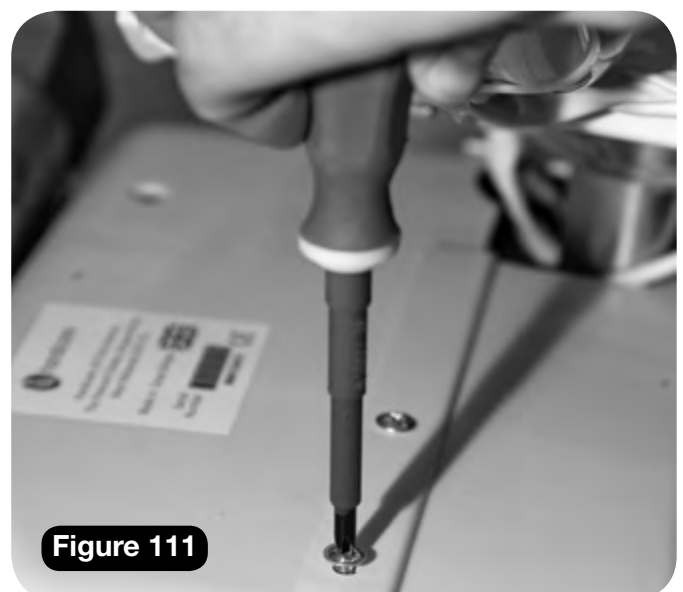

Figure 111
- 1 Déposez le couvercle du bloc d'alimentation (**Figure 111**).